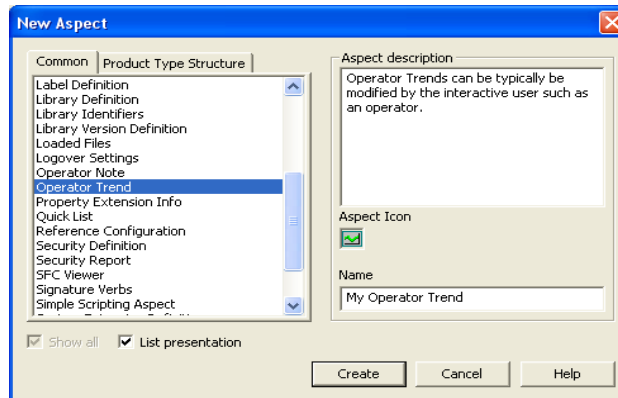

Abbildung 130. Neuen Aspekt anlegen
- Wählen Sie Bedientrend (**Trendanzeige**) in der Liste aus, siehe Abbildung 130, und geben Sie dem neuen Aspekt einen Namen.